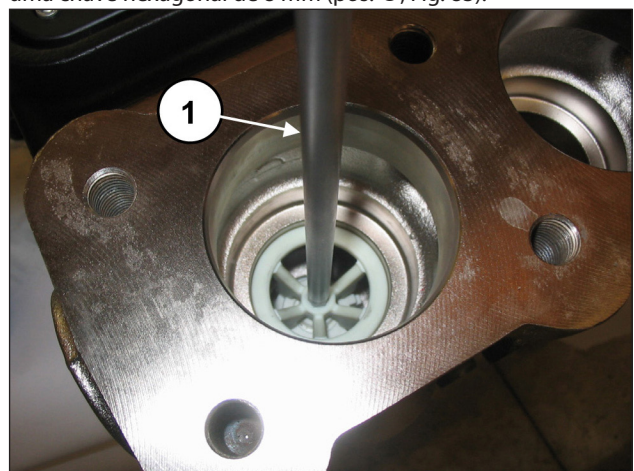

Fig. 83
Extraia o espaçador da guia da válvula, mediante o uso de uma chave hexagonal de 8 mm (pos. ①, Fig. 83).